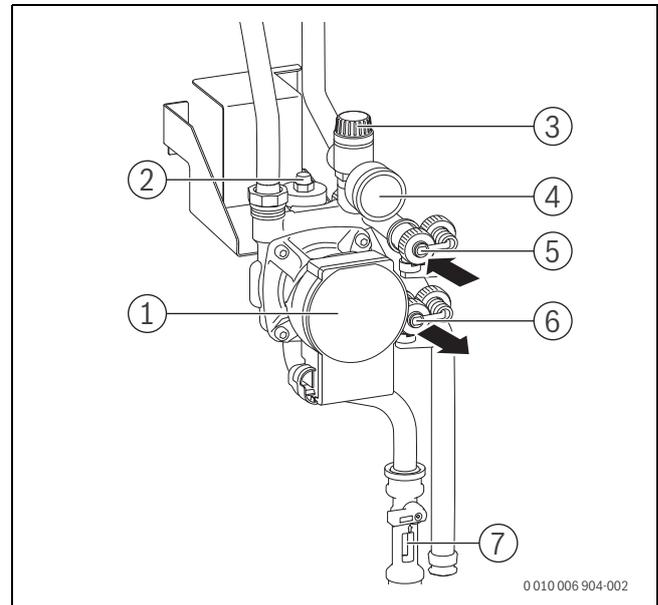

Bild 237 Übersicht Solargruppe
Befülleinrichtung an den Füll- und Entleerhahnen der Solarpumpe (→ Bild 237) anschließen:
- ▶ Füll- und Entleerhahnen (→ Bild 237, [5] und [6]) öffnen.
- ▶ Während des Spülens den Füll- und Entleerhahn an der Saugseite (→ Bild 237, [6]) mehrmals kurzzeitig drosseln und anschließend schnell komplett öffnen. Dadurch können sich gestaute Luftblasen in der Rohrleitung lösen.